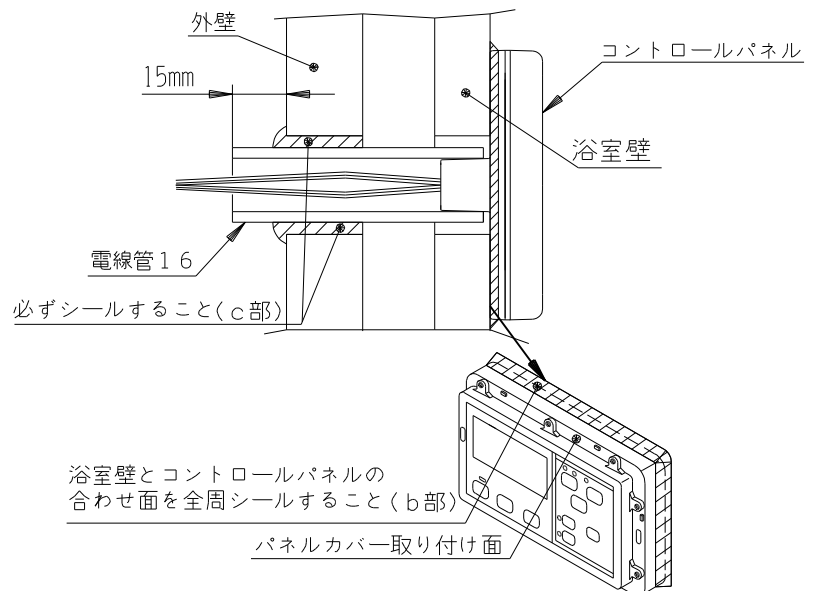

図4-2 コントロールパネル取り付け2
(図4-2のb部参照)
- ⑥ パネルカバーをもとどおりに取り付ける。
- ⑦ 外壁の穴と電線管16の隙間をシリコン接着シール材でシールする。(図4-2のc部参照)
- ⑧ コントロールパネルの裏側に出ている電線管16が通るようにカバー取付板を壁に固定する。